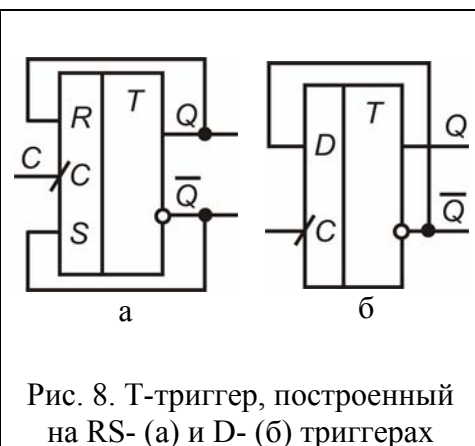

Рис. 8. T-триггер, построенный на RS- (а) и D- (б) триггерах
T-триггеры. T-триггеры применяются в качестве делителей частоты. У них только один вход C (или T); по каждому входному импульсу C состояние выхода Q меняется на противоположное. Микросхемы T-триггеров не выпускаются, их собирают на базе RS- или D-триггеров (рис. 8).
4. На микросхеме K155TM2 собрать T-триггер по рис. 8-б, измерить таблицу истинности. Построить временные диаграммы относительно изменений сигнала на входе C.